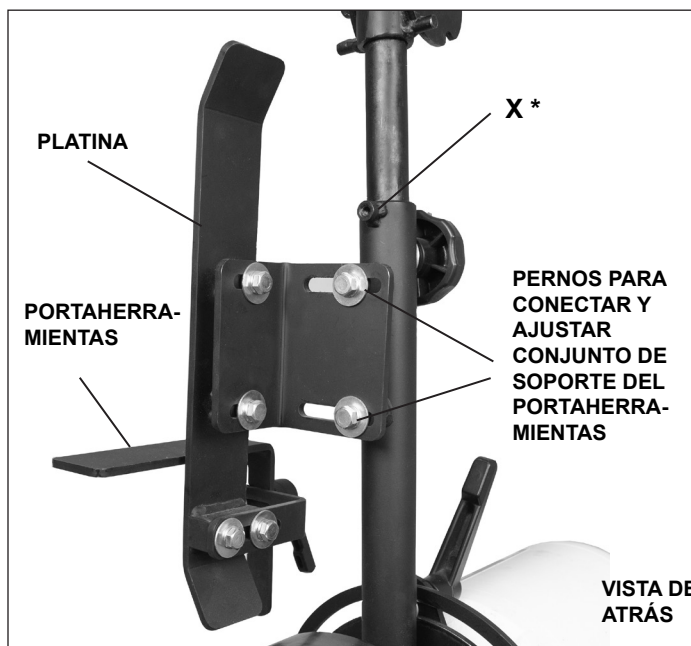

FIG. 5
El conjunto de la Platina y el Portaherramientas (P y Q) se conecta al Brazo pivotante (I) con los dos pernos hexagonales, arandelas de bloqueo y arandelas planas (Diagrama de partes #10, 1-6, 1-5) que vienen preinstalados en los dos postes de montaje del brazo pivotante. Una vez conectados, la platina y el portaherramientas pueden ajustarse individualmente a la banda lijadora. FIG. 5.
La Platina (Diagrama de partes #12) es una placa de soporte de acero pesado que se posiciona detrás de la banda lijadora. Sirve para apoyar la banda durante el lijado. La platina debe ajustarse de manera que casi toca con la parte trasera de la banda lijadora. Para hacer esto, afloje los dos tornillos de cabeza hexagonal (#10) que sujetan la parte trasera de la platina al soporte (#11). Si la platina por algún motivo está desalineada, afloje estos dos tornillos, ajuste la platina y vuelva a apretar los dos tornillos. FIG. 5.
**NOTA:** \* La tuerca de 1/4"x20 soldada en la parte superior del brazo pivotante (FIG. 5, X) sirve para conectar protectores contra polvo o de seguridad opcionales (no se incluyen).